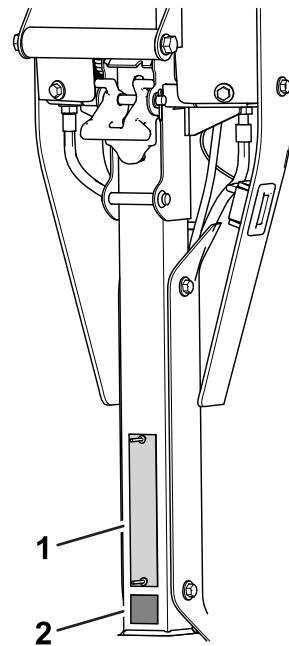

Рисунок 10
- Приклейте наклейку СЕ под табличкой с серийным номером (Рисунок 10).